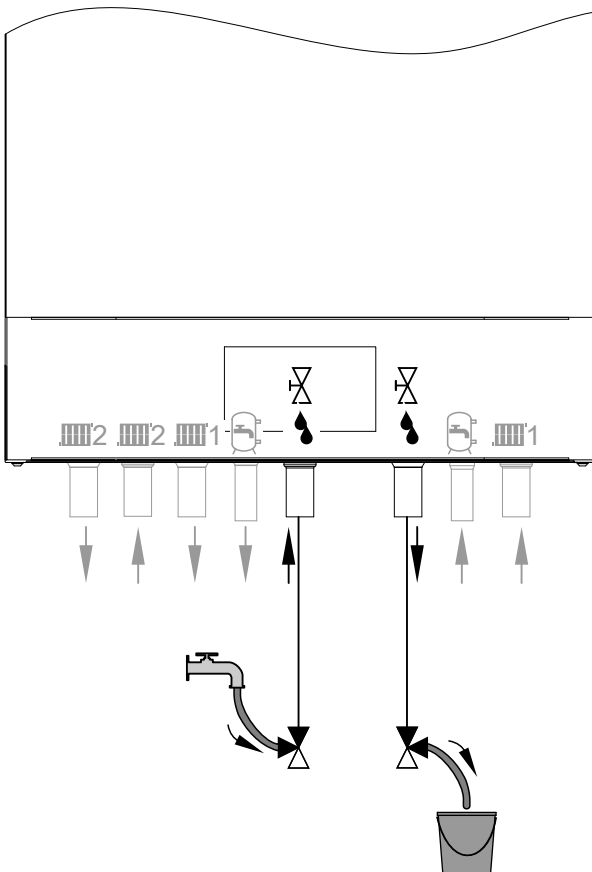

Abb. 59
3. 3-Wege-Kugelhähne im Ein- und Auslass am Befüll- und Spülanschluss gemäß Abb. 59 öffnen. Heizwasser über den Befüllschlauch einströmen lassen.